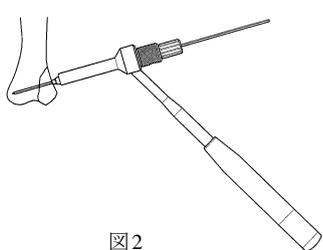
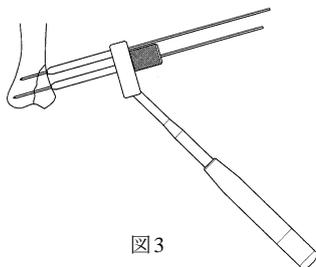
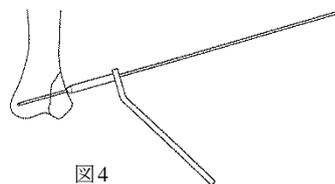

図2
図3
図4
- 2) 経皮的挿入器 (図 2)、パラレルガイド (図 3) 又は 1.3 ガイドピン用ガイド (S) (図 4) を用いて、1.3 ガイドピンを適位深さまで刺入します。